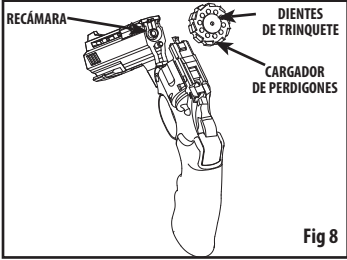

Fig 8
- Coloque el cargador en el cañón (con los dientes de trinquete hacia usted) (Fig. 8).
- Reemplace el cargador vacío (con los dientes de trinquete hacia usted) en el cañón (ver Fig. 8).